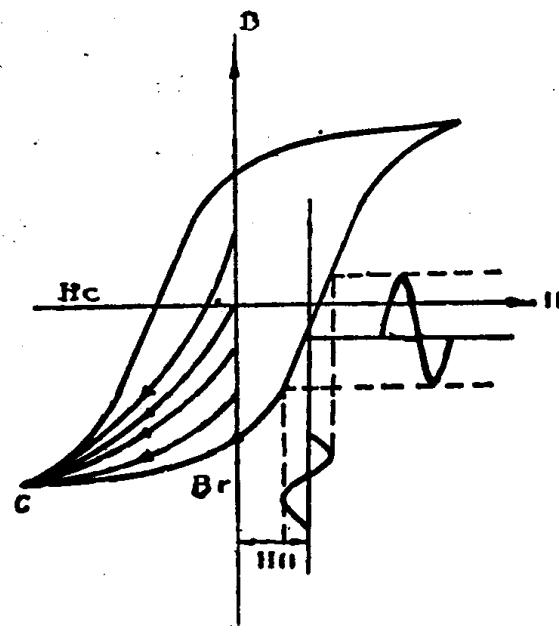

图1-10
实际录音机的直流偏磁方式是与直流抹音相配合的，因而是利用“磁滞回线边沿”的直流偏磁方式（见图1-10）。
4. 见图1-10，如果录音磁头的偏磁磁场与抹音头的磁场方向相同时，录出的剩磁信号应是怎样的？请作图说明。